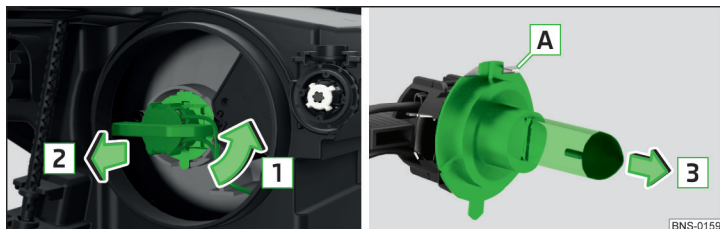

Fig. 374 Remplacement de l'ampoule du feu de croisement
- Tournez la fiche avec l'ampoule dans le sens de la flèche **1** » fig. 374.